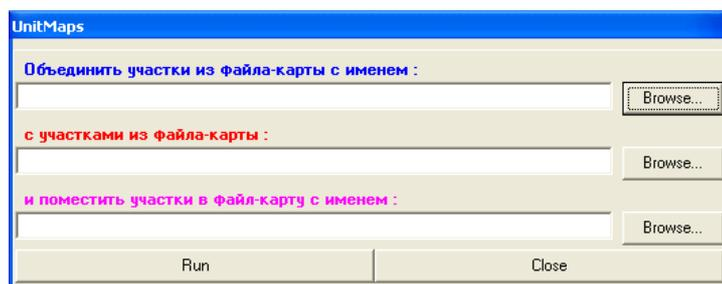

Рисунок 2.60
- в появившемся окне (рисунок 2.60) с помощью клавиш «Browse...» в первую и вторую строки укажите путь и имя склеиваемых файлов (выбранный порядок определяет их размещение в обобщенном файле);